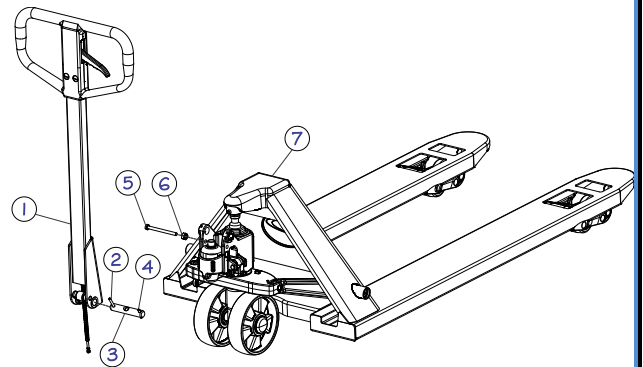

Figura 6 - Montagem da alavanca
Antes da montagem, identificar os 7 itens da ilustração ao lado (figura 6):
Antes del montaje, identificar los 7 elementos de la ilustración al lado (figura 6):
- Abaixe a Alavanca(1) e retire o Parafuso(5) e porca(6, figura 6).
- d) *Baja la palanca (1) y quitar el tornillo (5) y la tuerca (6, figura 6).*